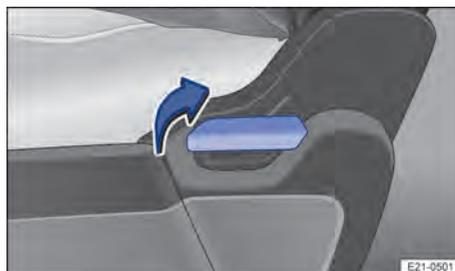

Fig. 67 Na lateral do banco traseiro: alavanca para ajustar o ângulo do encosto.
1. Puxar a alavanca → Fig. 67 no sentido da seta para cima.